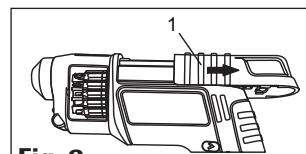

Fig. 2
1. Deslice el pestillo (1) hacia atrás hasta el tope posterior. (Fig. 2)